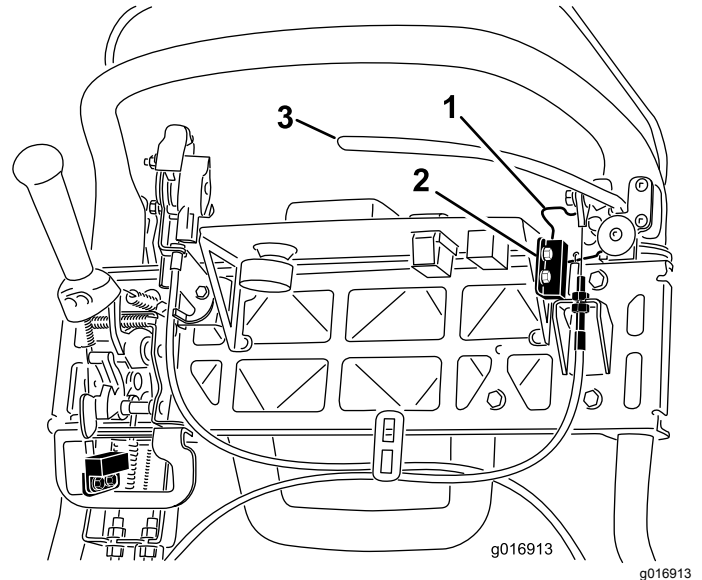

Bild 42
4. Lösen Sie die Befestigungsschrauben des Sicherheitsschalters (Bild 42).
5. Legen Sie eine 1,6 mm dicke Unterlegscheibe zwischen den Feststellbremsriegel und den Sicherheitsschalter (Bild 42).